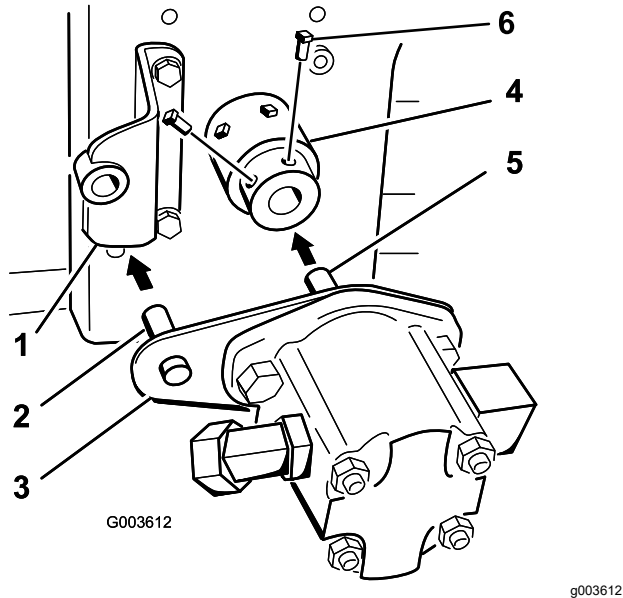

図 20
注 油圧ポンプのシャフトがエンジンの PTO シャフトに接触する 図 20。
11. 2本の固定ねじ $5/16 \times \frac{3}{4}$ "にねじゆるみ止め接着剤取り外し可能タイプを塗り、ハブアセンブリを油圧ポンプのシャフトに固定する 図 20。